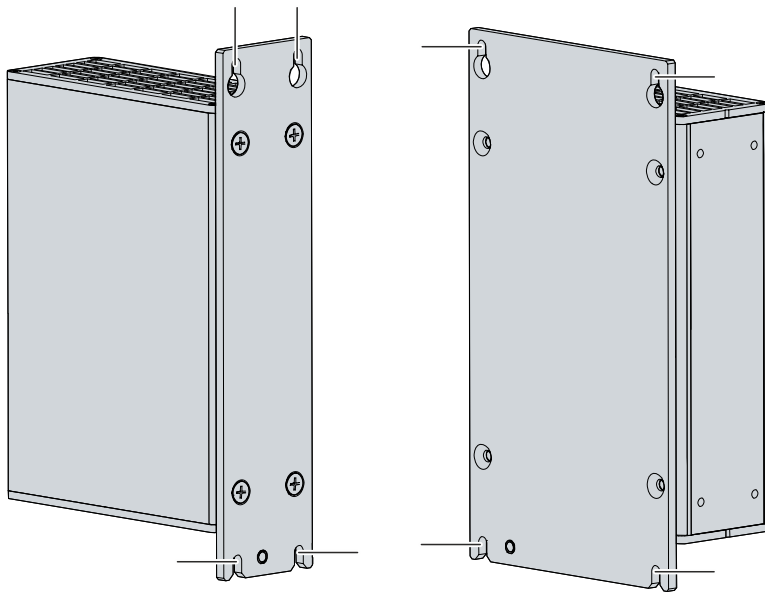

Abb. 16: Demontage Schaltschrank
2. Heben Sie den PC soweit an, dass die Befestigungsschrauben in die Schlüssellöcher (siehe Abb. 16) rutschen.